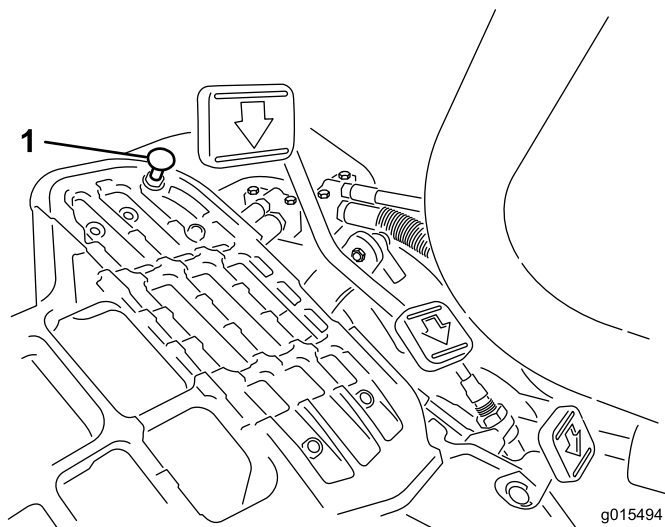

Figura 48
Per ottenere la velocità massima di trasferimento mettete la leva di comando delle funzioni in posizione di trasferimento, e premete il pedale di trazione. Se il pedale tocca il fermo (Figura 48) prima che avvertiate la tensione sul cavo:
1. Spostate la leva di comando delle funzioni in posizione di trasferimento e allentate il dado di bloccaggio che fissa il fermo del pedale alla piastra di appoggio (Figura 48);